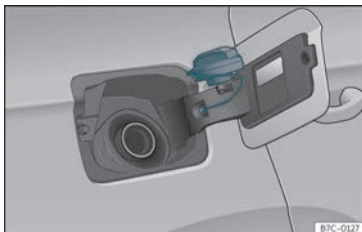

Fig. 197 Tampa do depósito com o tampão encaixado.
- Coloque-a no espaço existente na dobradiça da tampa aberta»» **Fig. 197**.